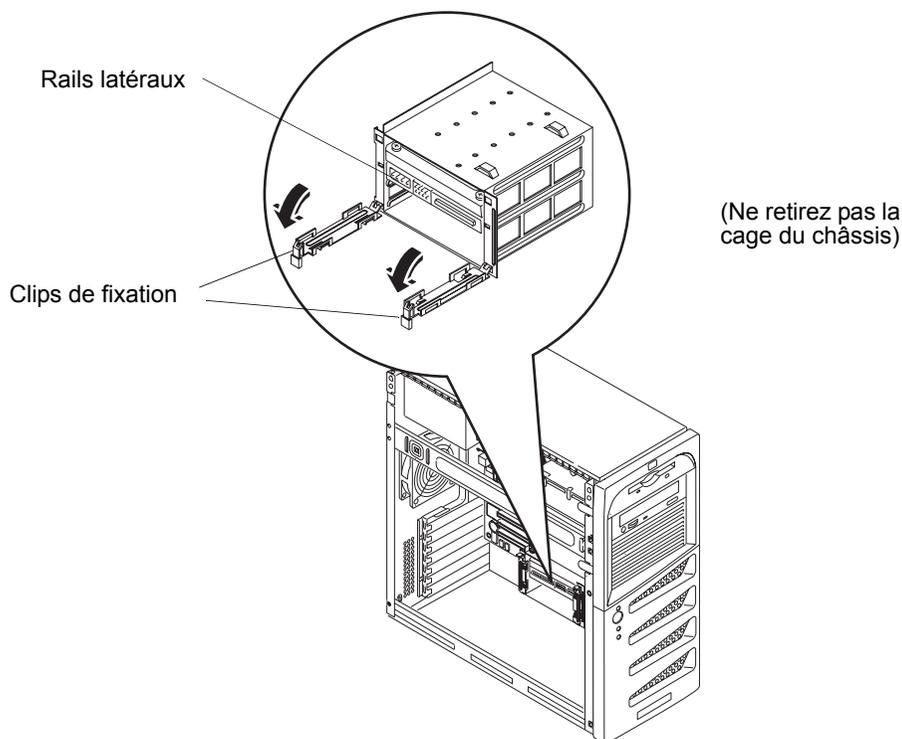

Figure 3-6. Dégagement des clips de fixation
- Appuyez sur les clips de fixation sur le côté de la cage et dégagez-les. Voir la Figure 3-6.